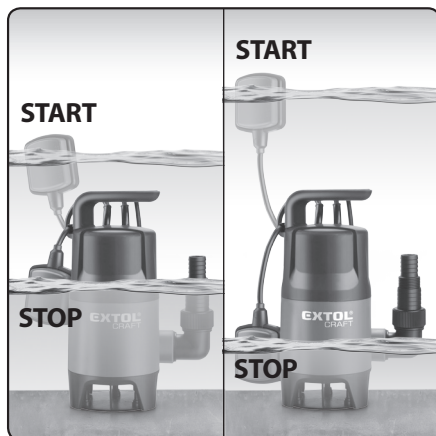

Abb. 2
➔ Die einstellbare Schwimmerkabellänge ermöglicht es, bei welcher Wasserspiegelhöhe sich die Pumpe Ein- und Ausschalten soll, siehe Abb. 2.
- Damit der Schwimmerschalter richtig funktioniert, darf die Entfernung zwischen diesem und der Aufhängung von seinem Kabel nicht zu klein sein. Das beschriebene Prinzip ist auf der Abb. 2 dargestellt.
6. Damit der Schwimmerschalter richtig funktioniert, darf die Entfernung zwischen diesem und der Aufhängung von seinem Kabel nicht zu klein sein. Das beschriebene Prinzip ist auf der Abb. 2 dargestellt.
- Der Betrieb vom Pumpenelektromotor wird automatisch durch die Lage des Schwimmerschalters im Verhältnis zur Wasserspiegelhöhe der Flüssigkeit angesteuert, siehe Abb. 2.